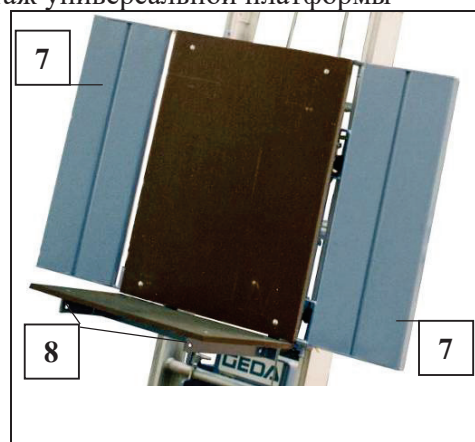

Рис. 43 Универсальная платформа
- По обеим сторонам снять внешние гайки (11) и пружинные шайбы предварительно смонтированных винтов (M12 x 40).
- Продеть переднюю защиту с винтами (10) в передние отверстия несущих профилей (см. поз. 8 Рис. 43) универсальной платформы.
- Смонтировать пружинную шайбу и гайку (11) по обеим сторонам
- Затянуть обе внешние гайки (11).